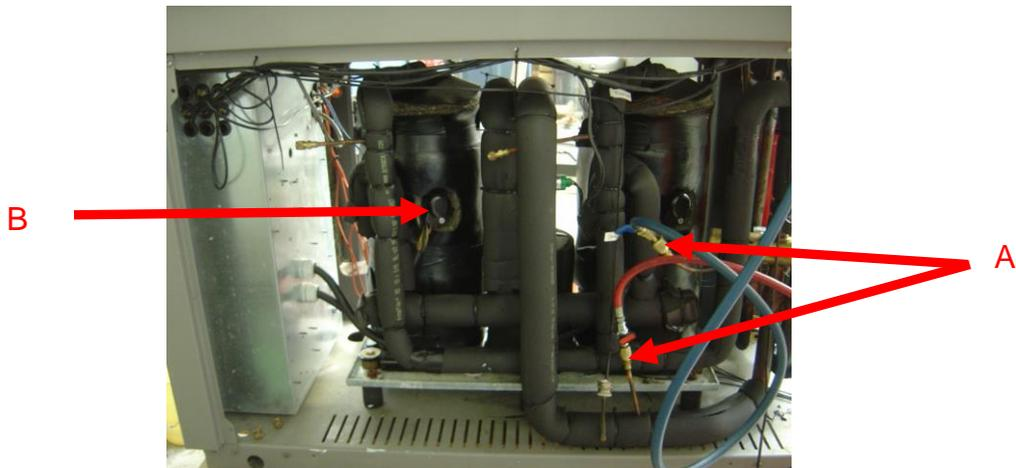

Figure 1
1) Décharger l'installation par une des valves Schrader situées devant le compartiment des compresseurs (figure 1, repère A).
2) Débrancher électriquement le compresseur (figure 1, repère B).